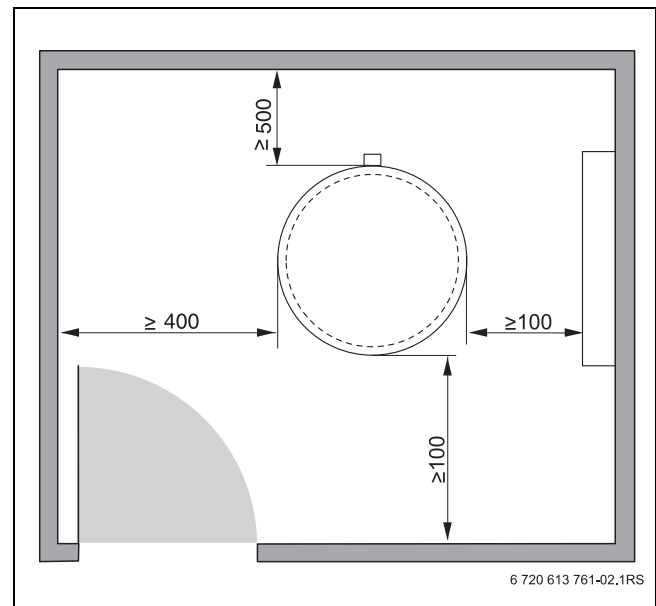

Bild 3 Empfohlene Mindest-Wandabstandsmaße für Montage und Wartung (Maße in mm)
- ▶ Die Mindest-Wandabstandsmaße einhalten (→ Bild 3, Seite 5).